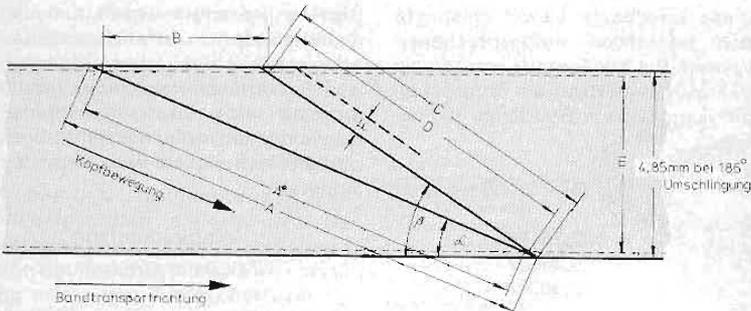

Bild 7 Graphische Darstellung zur Ermittlung der Spurlänge (Ansicht Schichtseite, Band Seite 2)
**Bild 7** zeigt die graphische Darstellung zur Ermittlung der Spurlängen.